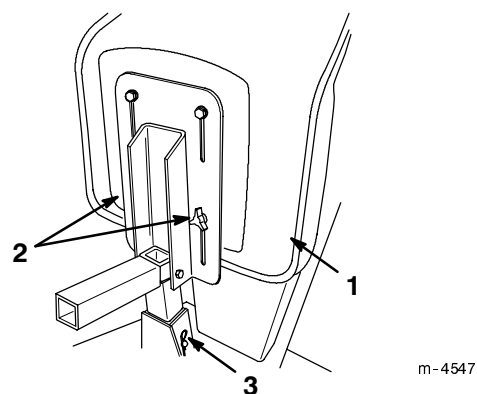

Abbildung 8
3. Die Knöpfe unten am Sitz lösen (Abb. 8) und den Sitz nach Bedarf nach vorne oder hinten schieben.
4. Zur Einstellung der Sitzhöhe Haarnadelsplint und Stift vom Sitzgestell entfernen (Abb. 8) und den Sitz nach Bedarf anheben oder absenken.